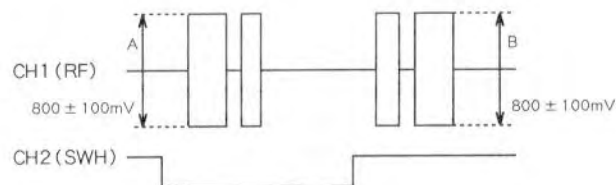

Fig. 5-9
- 3). Adjust trimmer resistor R121 so that levels A and B of the output waveform (1.57 MHz) are 800 ± 100 mV, as shown in Fig. 5-9. At this time, if the difference in output level between A and B is too great for both of them to fall within the standard range, match the higher to the standard value.
- 3). 図5-9のように、出力波形 (1.57MHz) A, Bのレベルが 800 ± 100 mV になるように半固定抵抗 R121 を調整する。このとき、AとBの出力差が大きく規格値に入らない場合は、大きい方のレベルを規格値に合わせるように調整する。